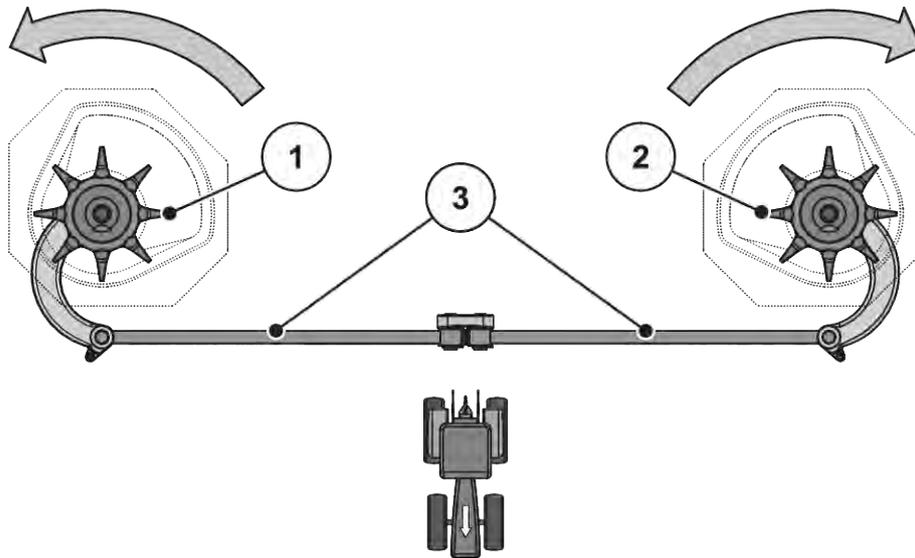

Abb. 85: Rührwerksantrieb prüfen
► Rührkopf von Hand **in die Drehrichtung der Wurfscheibe** drehen. Siehe *Abb. 85 Rührwerksantrieb prüfen*.
► Rührkopf von Hand oder mithilfe eines Ölfilterbandes kräftig **gegen die Drehrichtung der Wurfscheibe** drehen. Siehe *Abb. 85 Rührwerksantrieb prüfen*